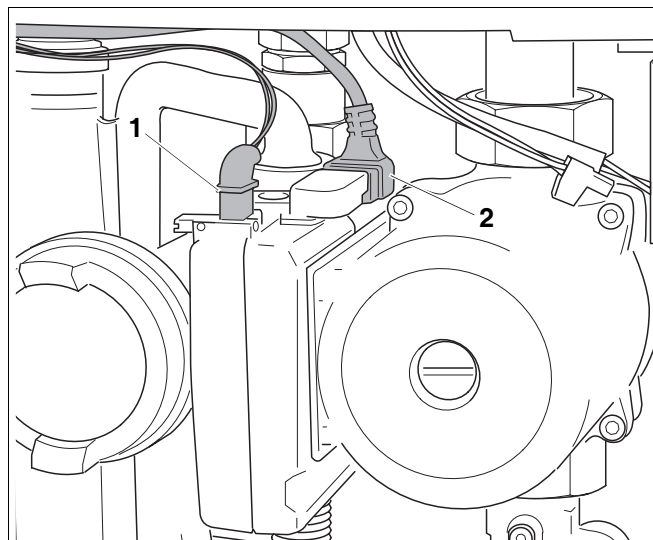

Bild 20 Ansluta pumpen
- Anslut takokabelns kontakt (bild 20, pos. 1) till pumpen (endast vid modulerande pump UPER 25 - 80).
- Anslut nätanslutningskabelns kontakt (bild 20, pos. 2) till pumpen.